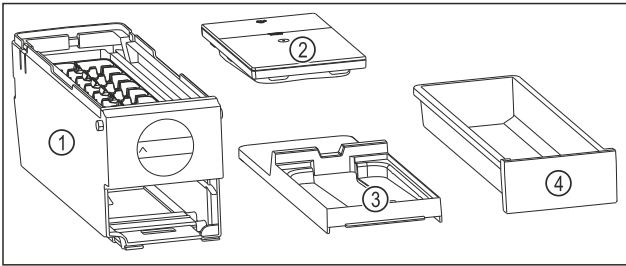

Fig. 93 Bestandteile des EasyTwist-Ice
- ▷ EasyTwist-Ice ist in vier Teile zerlegt. (siehe Fig. 93)
- ▶ EasyTwist-Ice nur in abgebildete Bestandteile zerlegen. (siehe Fig. 93)
- ▶ EasyTwist-Ice-Korpus Fig. 93 (1) als Ganzes reinigen.